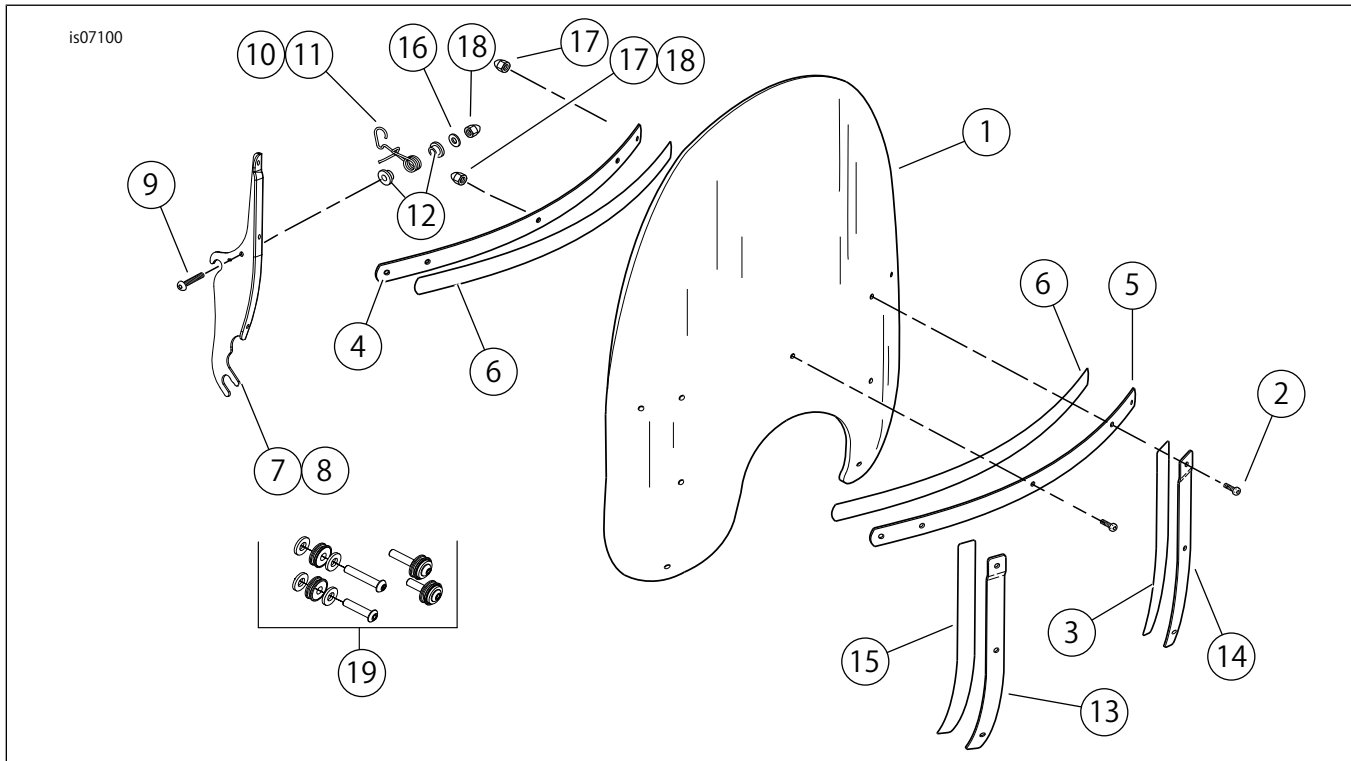
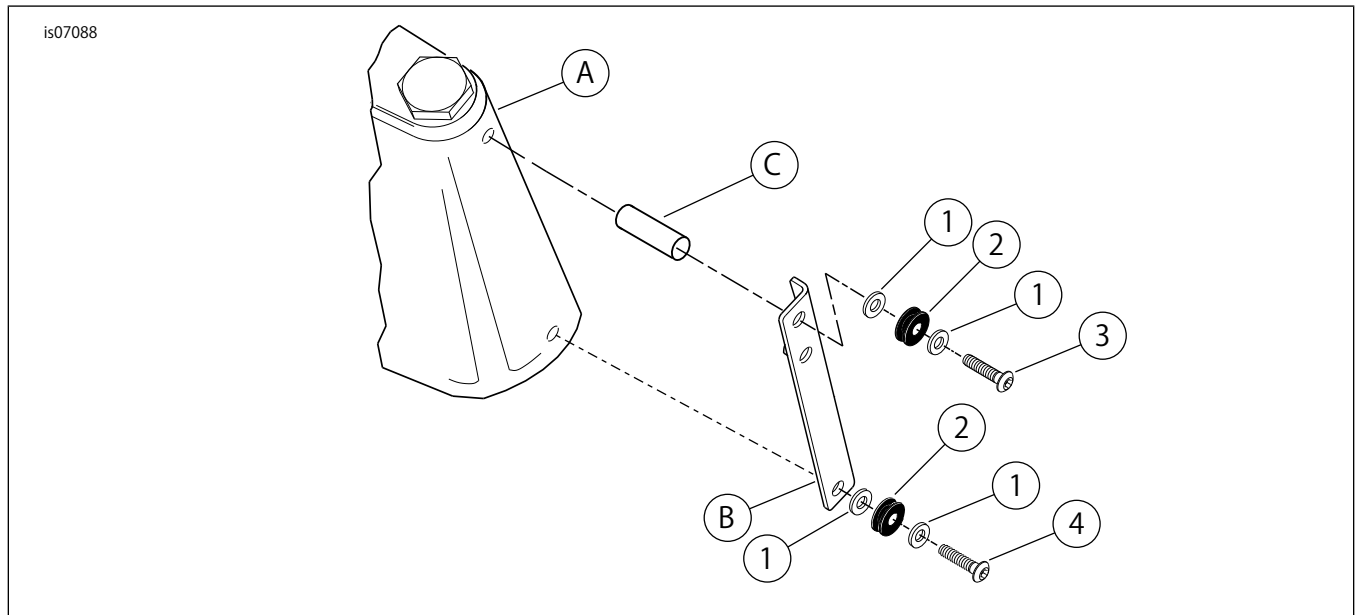

図1。交換用パーツ: ウィンドシールドキット
図2。交換用パーツ: ハードウェアキット
「図1」および「表1」、「図2」および「表2」を参照してください。
2. 「図2」および「表2」。標準底部フォグ/パッシングランプブラケットスクリュー(4)とワッシャー(1)を外して廃棄します。